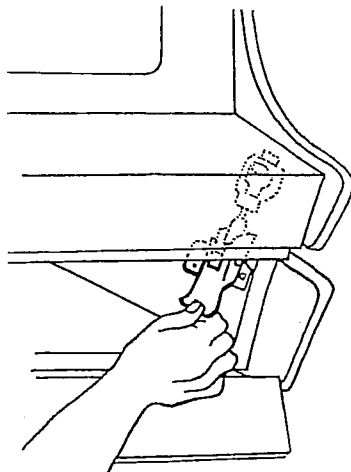
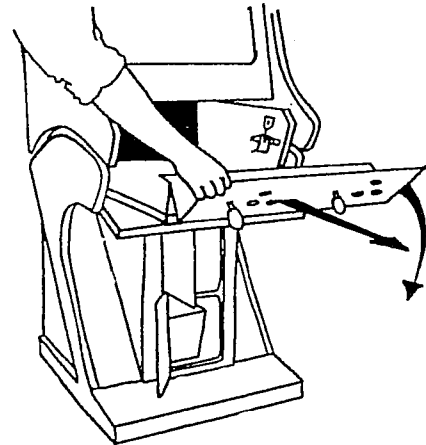

Abb. 2
Abb. 3
2. Verriegelung links und rechts vom Bedienungspanel öffnen Abb. 2 und Einschub nach vorne ziehen Abb. 3